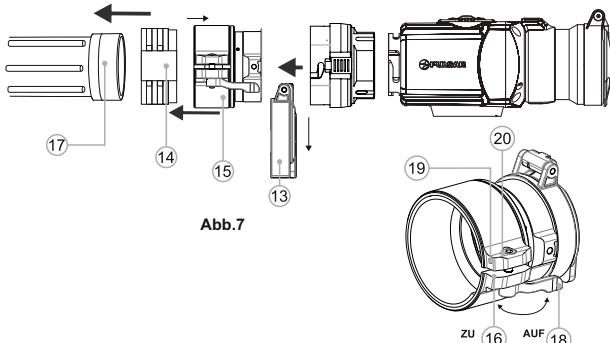

Abb.7
- Bringen Sie den Adapter mit dem eingesetzten Übergangsring an das Objektiv (17) des Tageslichtgerätes an (**Abb.7**).
- Bringen Sie den Hebel (18) von der Position „AUF“ in die Position „ZU“ (**Abb.7**).
- Lockern Sie die Halteschraube (19) mithilfe des Sechskantenschlüssels (S= 2 mm).
- Ziehen Sie die Schraube (20) mit dem Sechskantschlüssel (S= 4mm) an, mit einer Klemmkraft, die den Adapter fest auf dem Objektiv sitzen lässt.
- Ziehen Sie die Halteschraube an (19).